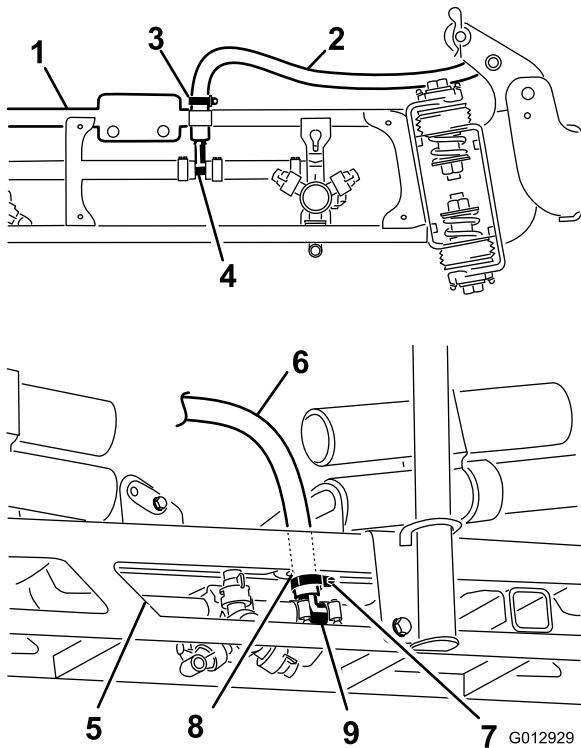

Figure 32
- Enduisez de savon liquide les cannelures des raccords en T sur les deux prolongements de rampes (Figure 32). Poussez le flexible de prolongement de rampe sur la cannelure et fixez-le avec un collier.
- Enduisez de savon liquide les cannelures du raccords en T de la rampe centrale Figure 32.
- Passez le flexible de rampe centrale dans l'ouverture à anneau de l'ensemble rampe centrale. Branchez le flexible sur les cannelures enduites de savon du raccord et fixez-le en place avec un collier Figure 32.